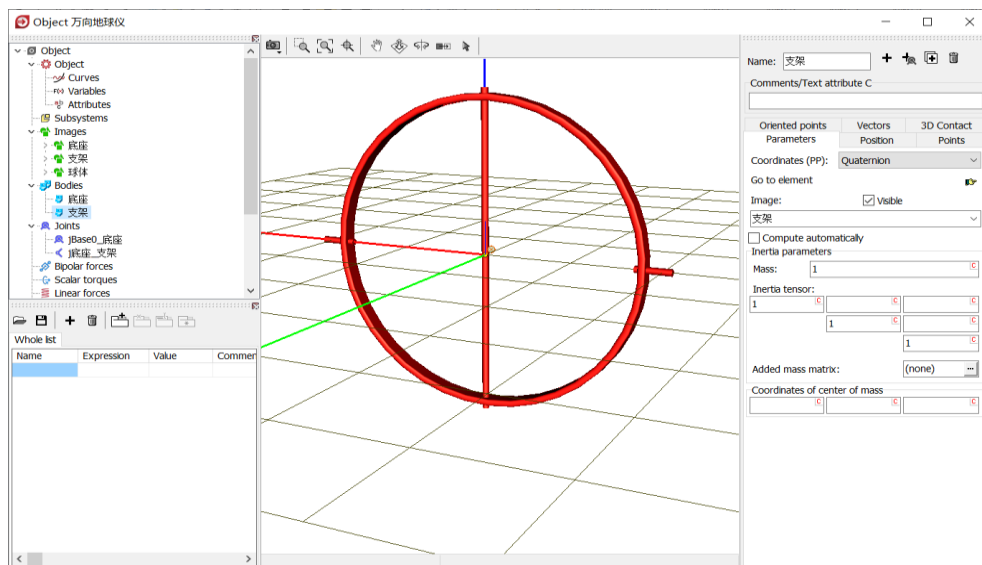

图 2-29
- 3) 选中左侧模型树中的 **Bodies**（其实选中任意一个刚体都行），然后在交互界面点击按钮 **+**，如图 2-29。这里也可以选中 **Bodies**，点**右键**，选择菜单 **Add element to group “Bodies”**。